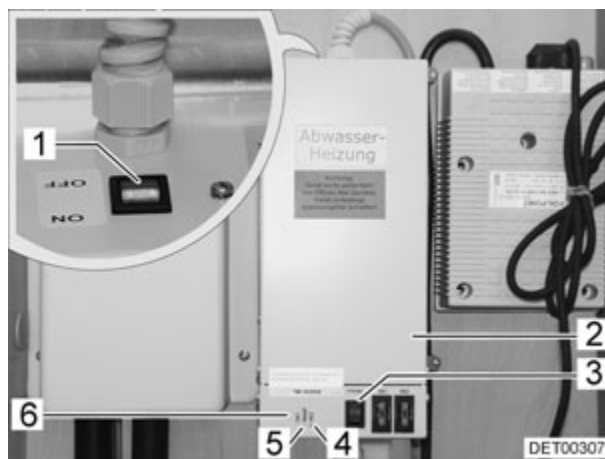

Fig. 98 Transformateur avec régulateur
Le transformateur 230 V AC/12 V DC (Fig. 98,2) est installé dans la penderie.
- Le voyant de contrôle (Fig. 98,5) est vert : le régulateur est en marche
- Les voyants de contrôle (Fig. 98,4 et 6) sont rouges : les conduites des eaux usées sont chauffées.
Un bouton-poussoir de contrôle (Fig. 98,3) est intégré dans le boîtier, ce bouton permet d'enclencher brièvement le régulateur. En appuyant sur le bouton-poussoir de contrôle, vous pouvez tester le fonctionnement du chauffage, même si la température ambiante est supérieure à 5 °C.
- Placer l'interrupteur (Fig. 98,1) du transformateur (Fig. 98,2) sur "ON".
- Placer l'interrupteur (Fig. 98,1) du transformateur (Fig. 98,2) sur "OFF".